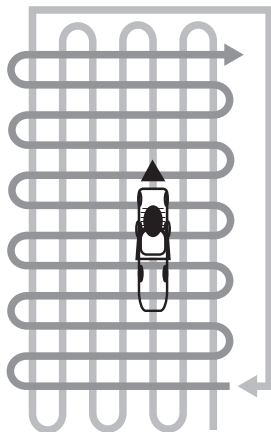

Рис. 10 Схема кошения высокой и/или загущенной травы
5. При кошении в тяжелых условиях (п. 3,4) рекомендуется двигаться медленнее или проводить повторный покос с меньшей высотой кошения. На Рис. 10 представлена схема движения газонокосилки при кошении высокой и/или загущенной травы.